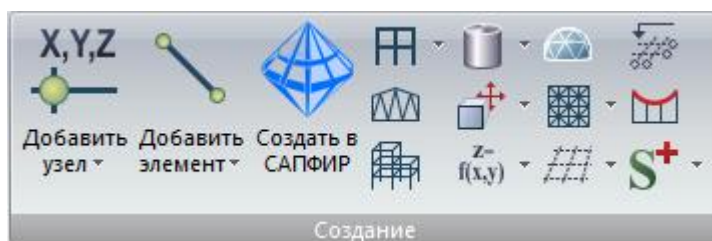

Рис. 2. Панель **Создание**
- **Создание** (рис.2) – операции, связанные с созданием регулярных фрагментов и сетей, ферм, пространственных рам, генерацией различных поверхностей, добавлением узлов и элементов, триангуляцией контуров. А так же, создание суперэлементов (СЭ) и работа с ними.